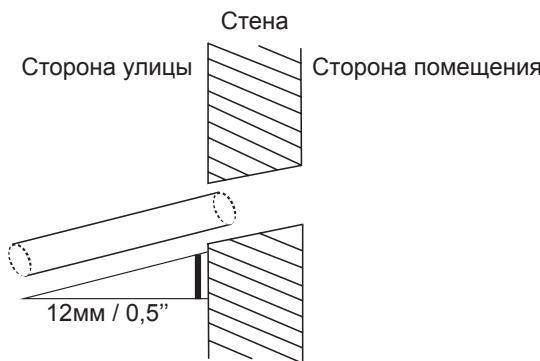

Рис. 6.4
**ПРИМЕЧАНИЕ:** При объединении дренажных труб нескольких блоков подключайте их, как показано на рис. 6.4.
- С помощью трубчатого сверла просверлите в стене отверстие диаметром 65 мм. Отверстие следует просверлить с небольшим наклоном вниз, чтобы наружный край отверстия был ниже внутреннего края приблизительно на 12 мм. Это обеспечит правильный сток воды (см. рис. 6.4). Поместите в отверстие защитную манжету. Это защитит края отверстия и поможет герметизировать его после завершения монтажа.